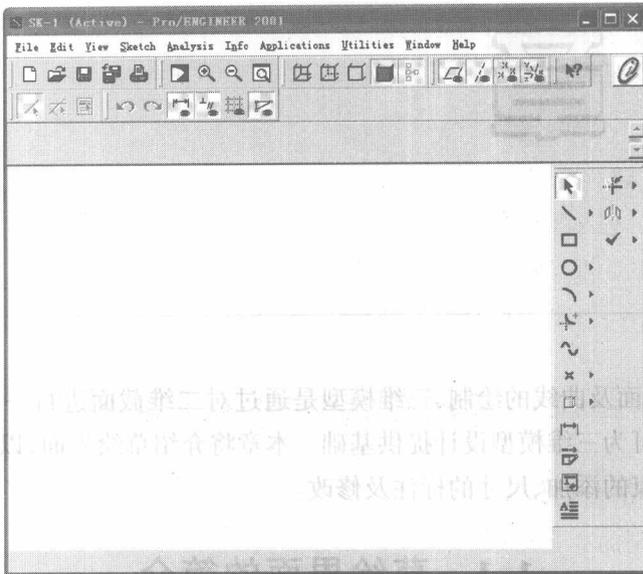

图 1-2 草绘界面
(2)在 Type【类型】栏中选择 Sketch 选项,在 Name【名称】文本框中输入文件名,单击 OK 按钮,则系统进入草绘界面,如图 1-2 所示。